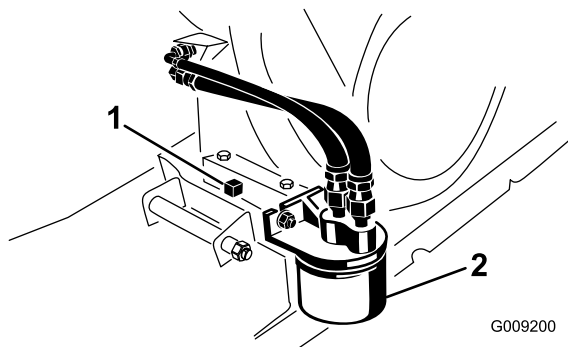

Bild 41
5. Stellen Sie eine Auffangwanne mit einem Fassungsvermögen von 1,8 l unter die Ablassschraube (Bild 41).
6. Entfernen Sie die Ablassschraube und Dichtung (Bild 41).
2. Entfernen Sie den vorhandenen Ölfilter (Bild 41).
- Schrauben Sie den neuen Filter auf den Filteradapter, bis die Dichtung die Befestigungsplatte berührt; ziehen Sie den Filter dann um eine weitere 1/2 bis 3/4 Umdrehung an (Bild 41).